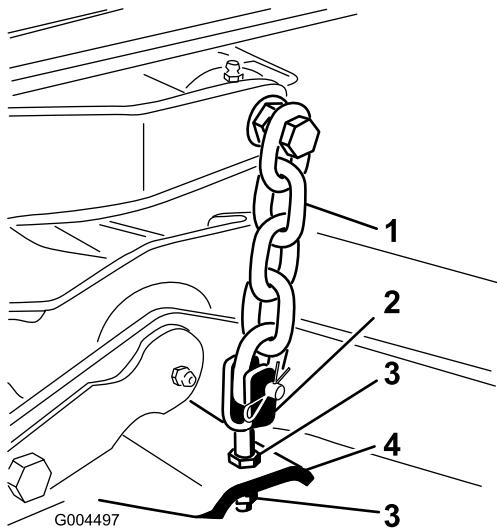

図 5
- デッキのヨーク/チェーンをデッキに固定しているジャムナットを調整してデッキを水平にする図 5。
7. ブレードのピッチが 8-11mm になるように、後のヨーク/チェーンを固定しているジャムナット図 5 で刈り込みデッキ後部の高さを調整する。